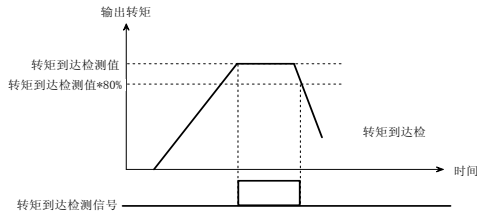

图 5-3-11 转矩到达检测
- ◆ 在转矩大于或等于该值时, 端子输出有效, 小于或等于该值的80%时端子输出无效, 如图5-3-11所示。